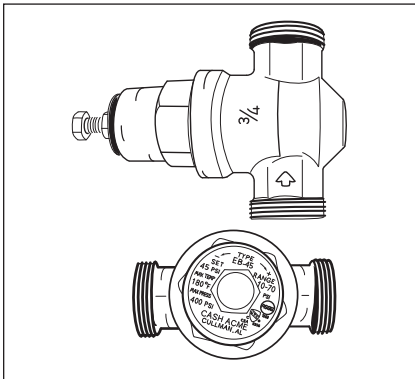

Figura 3 - Instale una válvula reductora de presión, si fuera necesario.
- Válvula reductora de presión (Figura 3)